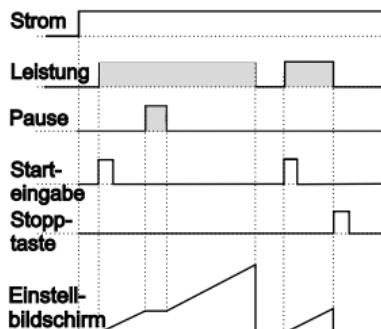

Abbildung 4.3
4.2.1 Wenn Aufwärtzzählen **dec**=0 und **butF** **b-n** ist, wird das Regelschema in Abbildung 4.3 gezeigt.